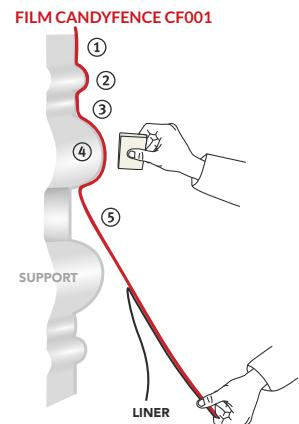

Figure 08
- Retirer progressivement le liner en maintenant une tension vers le bas. (FIG. 08)
- Commencer à appliquer le creux ① puis le relief ② et ensuite le creux ③.
- Remonter sur l'ondulation suivante ④ puis continuer ⑤ jusqu'à la pose complète.